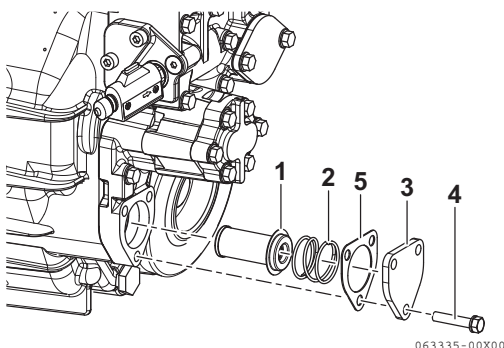

Abbildung 3
- (a) Seitenverkleidung entfernen (**Abbildung 3, (3)**) und Filter entfernen (**Abbildung 3, (1)**).
- (c) Den Filter mit der Spiralfeder in Position halten (**Abbildung 3, (2)**) und in das Gehäuse einsetzen. Eine neue Dichtung (**Abbildung 3, (5)**) in die Seitenverkleidung einsetzen.